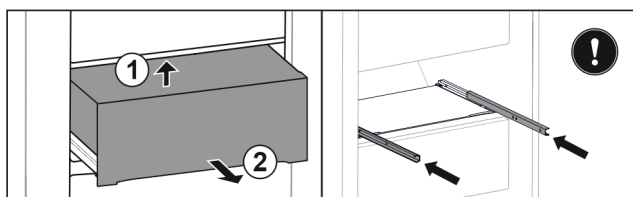

Fig. 44
- ▶ Приподнимите выдвижной ящик сзади снизу. Fig. 44 (1)
- ▶ Извлеките выдвижной ящик движением вперед. Fig. 44 (2)